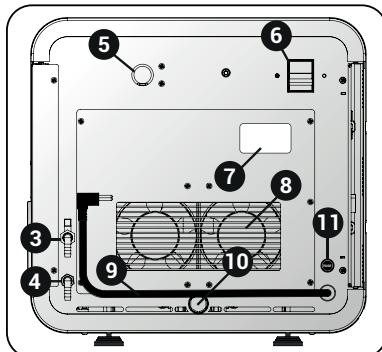

Fig.3
1. Abra o registro do dreno (Fig.3) para drenar a água do reservatório.